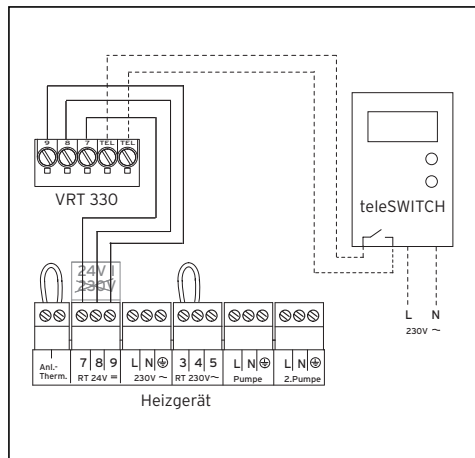

Abb. 10.1 Elektrischer Anschluss
- Schließen Sie das Anschlusskabel gemäß Abb. 10.1 an.
- Schließen Sie den teleSWITCH wie in Abb. 10.1 dargestellt an. Beachten Sie auch die Anleitung des teleSWITCH.